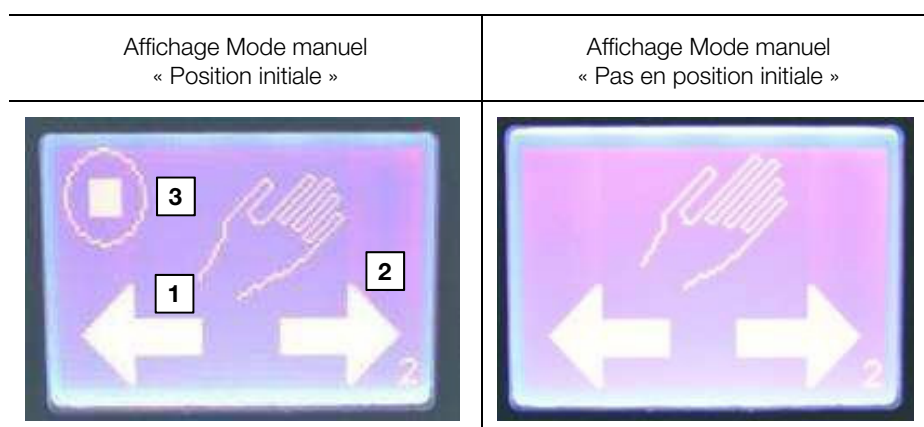

Fig. 11 : mode manuel
- Faire fonctionner la machine en mode manuel via les touches Curseur Arrière (cf. fig. 11, pos. 1) ou Avant (cf. fig. 11, pos. 2).
- Faire fonctionner la machine en manuel jusqu'à ce que la position initiale (cf. fig. 11, pos. 3) soit à nouveau atteinte.